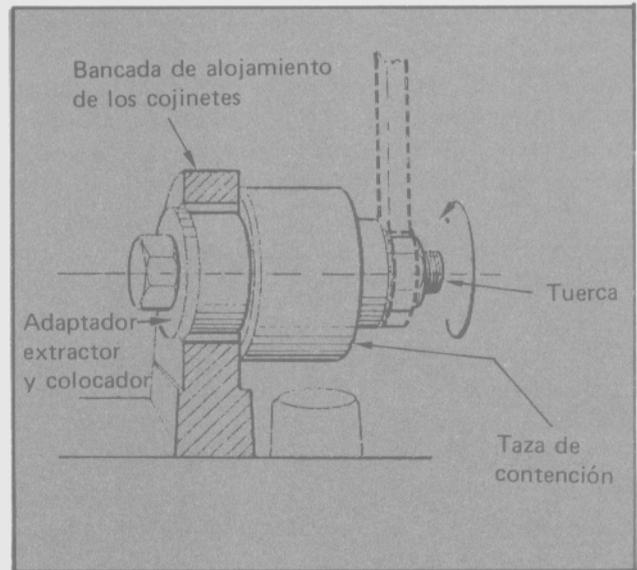

Fig. 97 - Método para extraer el cojinete.
- a) Introducir el adaptador de la herramienta T74G-7271-BAS en el cojinete a extraer. El adaptador debe ser el que corresponda, según el cojinete sea estandar o sobremedida. (Fig. 97).